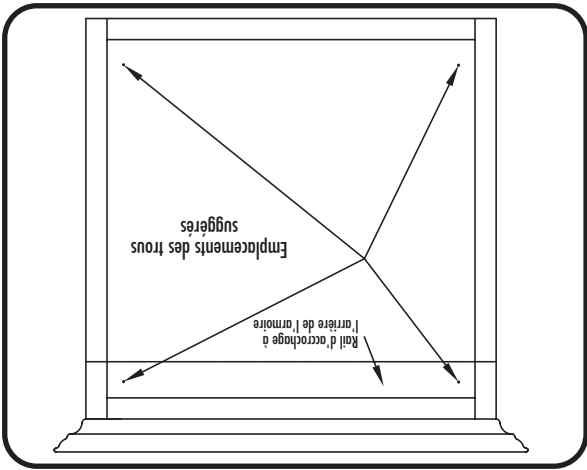

Figure 15
- Placer l'armoire en position et avec une vis à bois n° 8 x 2 pouces (5 cm), fixer l'armoire au mur. (Voir la Figure 15.)